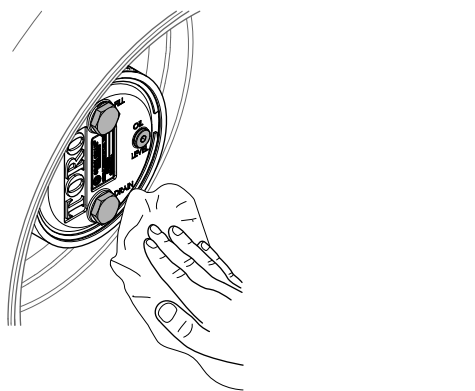

図 103
3. プラネタリハウジングとブレーキハウジングをきれいに拭く 図 103。